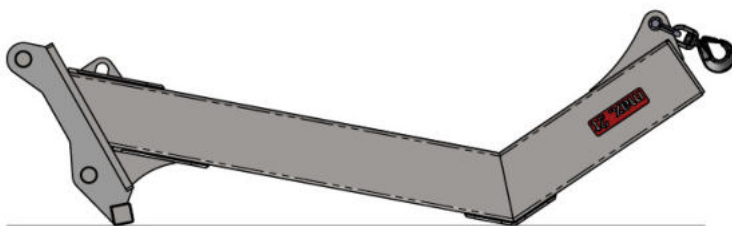

Abb. 6.2-1: Ablegen des Lastarms
- Legen Sie den Lastarm auf ebenem und festem Untergrund mit ausreichender Tragkraft standsicher ab (Abb. 6.2-1).